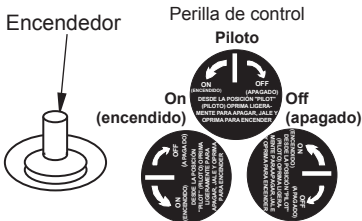

Figura 15 - Encendedor y perilla de control
1. Con cuidado, afloje y quite la conexión de la línea del piloto del soporte (consulte la figura 15).